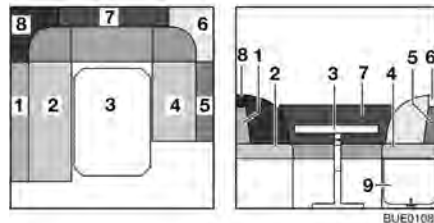

Fig. 89 Prima della trasformazione
- Trasformare il tavolo (Fig. 89,3) in struttura di supporto letto (vedi paragrafo 6.11).
- Sbloccare la prolunga del cassone letto (Fig. 89,9) e ribaltarla verso l'alto.